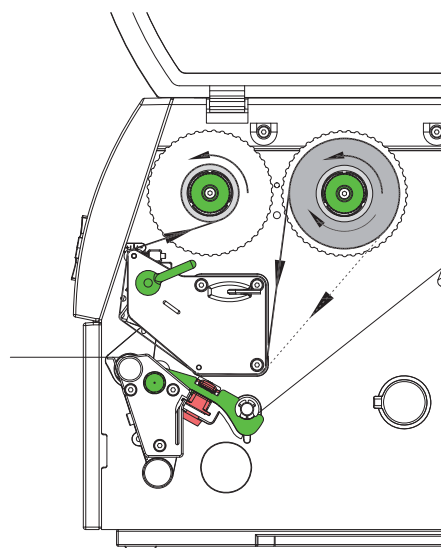

Figura 11 Percorso del nastro transfer
6. Spingere un'anima (4) adeguata sull'avvolgitore di nastri transfer (5) e posizionarla e fissarla allo stesso modo del rotolo di nastro.
7. Condurre il nastro transfer attraverso la meccanica di stampa come rappresentato nella figura 11. La linea continua vale per nastri con il lato rivestito avvolto verso l'interno, mentre quella tratteggiata per i nastri con il lato rivestito avvolto verso l'esterno.
8. Fissare l'estremità iniziale del nastro transfer centrandolo sull'anima (4) con un nastro adesivo. Nell'impiego di anime più larghe del nastro transfer, utilizzare la scala graduata (7) sull'angolo di addendum per orientare il nastro. Osservare il senso di rotazione dell'avvolgitore del nastro transfer in senso antiorario.
9. Ruotare l'avvolgitore del nastro transfer (5) in senso antiorario per lisciare il nastro transfer.
10. Ruotare la leva (6) in senso orario per bloccare la testa di stampa.